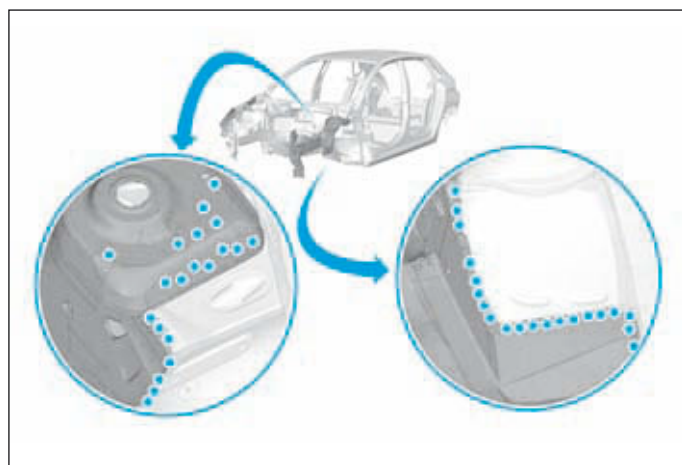
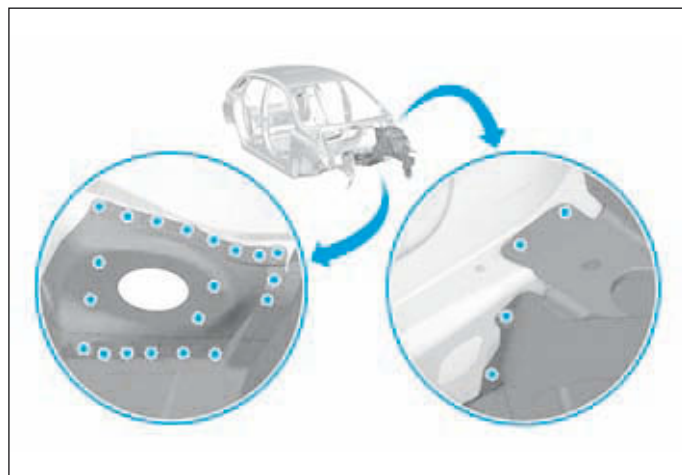
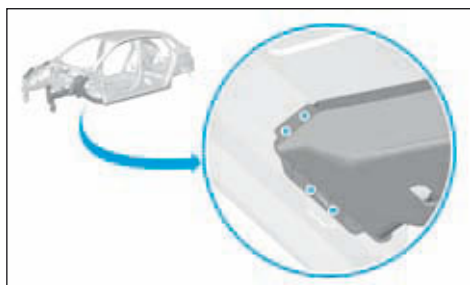

FIG.10
FIG.11
FIG.12
- Dépointer les points de soudure (Fig.10), (Fig.11) et (Fig.12).